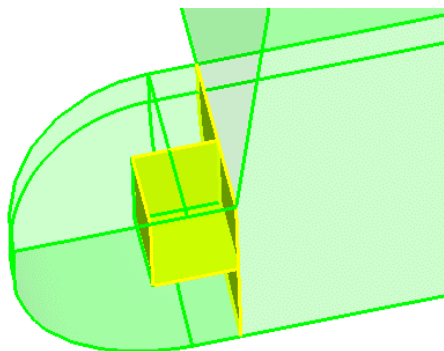

图 3-30 合并实体结果
- (3) 单击 merge 按钮合并这 3 个实体。合并后的结果如图 3-30 所示。